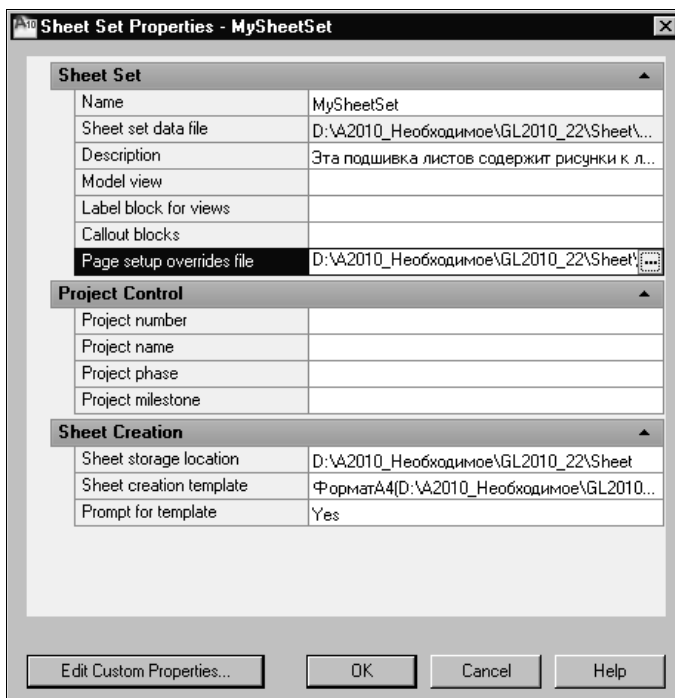

Рис. 23.13. Диалоговое окно свойств подшивки Sheet Set Properties
- в появившемся диалоговом окне **Sheet Set Properties** (Свойства подшивки) щелкните на строке **Page setup overrides file** (Файл переопределения параметров листов) (рис. 23.13);